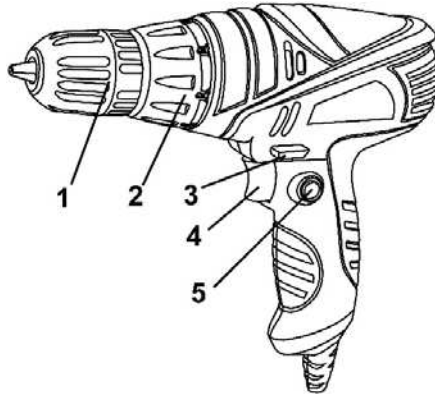

Рисунок 1
4.1 Встановіть необхідний крутний момент за допомогою кільця регулятора моменту затягування (2) (див. рисунок 1).
4.3 Для включення виробу натисніть на курок вимикача (4) (рисунок 1). Для відключення виробу слід курок відпустити. Регулювання швидкості обертання патрона здійснюється ступенем натискання на клавішу вимикача.